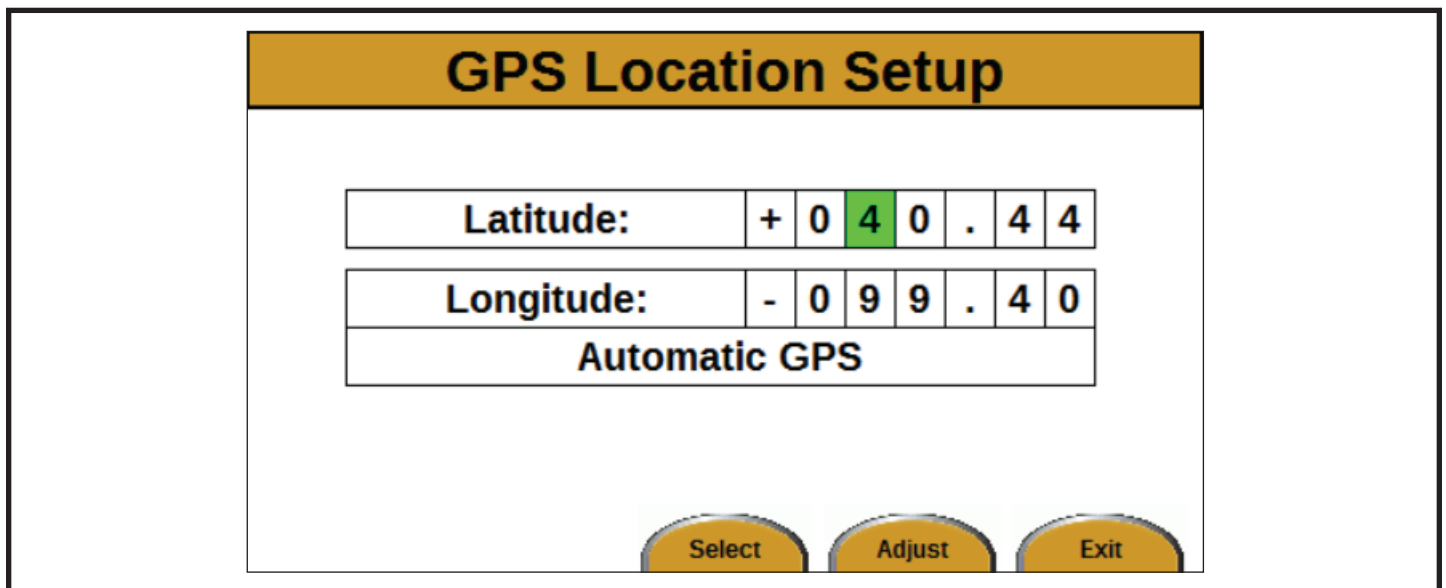

Figure 11
4. Appuyer sur le bouton Enter (Entrer). L'écran GPS Location Setup (Réglage de l'emplacement du GPS) apparaîtra (see Figure 11).